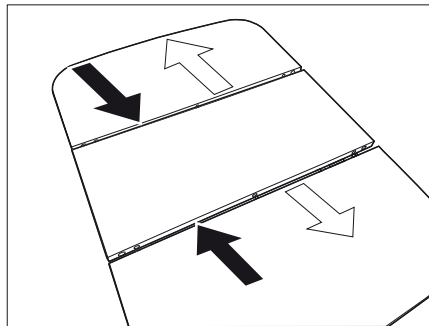

Bild 110 Sänk bordet
- Skjut bordets ytterdelar till mittendelen (Bild 110 - svarta pilar).
- Dra isär bordets ytterdelar (Bild 110 - vita pilar).